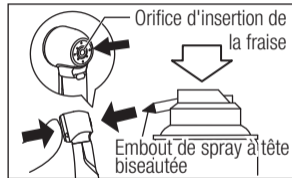

Fig. 10
- 2) Lubrifiez la griffe directement via le trou d'insertion de la fraise (Fig. 10).